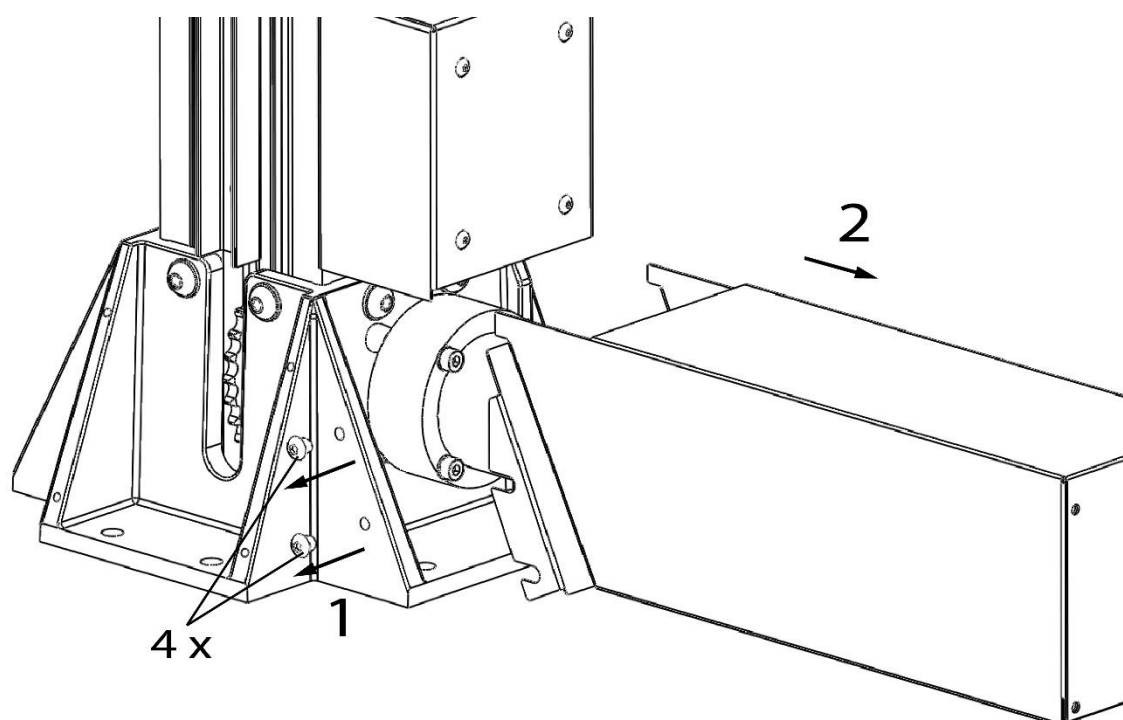

Figura 3: Remoção da tampa do motor
6. Desaparafuse-se os quatro parafusos M6 que seguram a tampa do motor e deslize a tampa do motor para fora (**figura 3**).